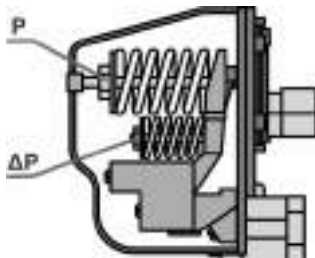

Рисунок 6. Схема регулювання реле тиску.
– для зміни рівня тиску увімкнення насоса обернути гайку пружини (Р, рис. 6) ;
– для зміни рівня тиску вимкнення насоса обернути гайку (ΔP , рис. 6), яка регулює «різницю» між тиском вимкнення і тиском увімкнення.
Якщо підкрутити (затягнути) пружину (Р, рис. 6) – тиск увімкнення насоса стане вищим, послабити – насос увімкнеться на нижчому тиску.
Якщо підкрутити (затягнути) пружину (ΔP , рис. 6) тиск вимкнення стане вищим, а тиск увімкнення практично не зміниться.